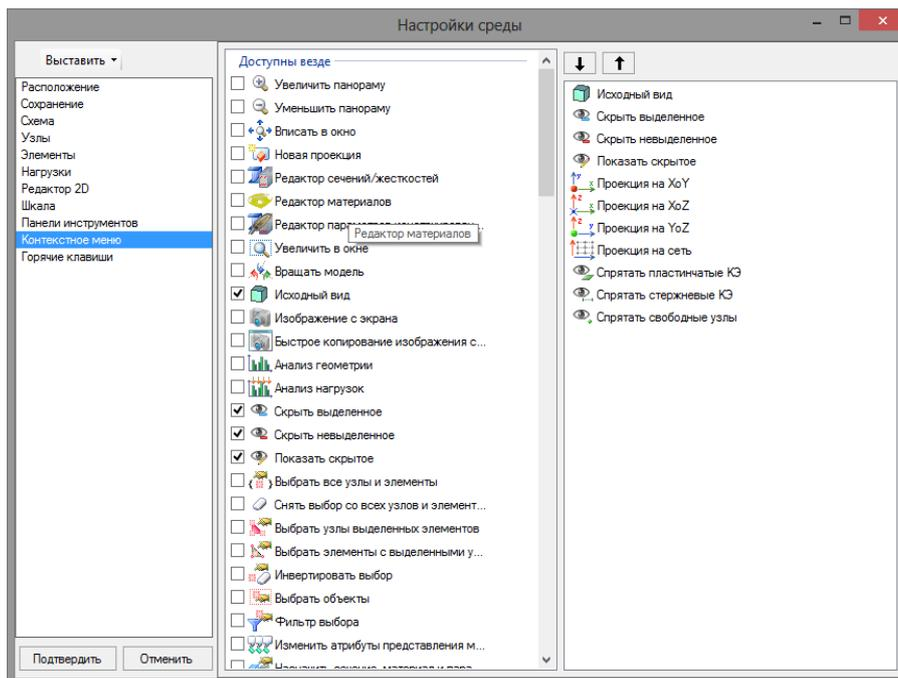

Рисунок 2.20. Вкладка **Контекстное меню**
**Настройки рабочей среды ⇨ вкладка **Контекстное меню** (рисунок 2.20)**